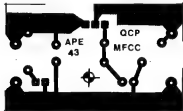

Fig. 4
- FIG. 4 - LAY OUT DO IMPRESSO DO MÓDULO FONTE PARA C.C. (MFCC)
cido com o esquematizado na figura: 4 fios grossos de cobre, aos quais os pontos (+V), (-V), (A) e (B) são ligados em conformidade! Não esquecer que os pontos (+V) e (-V) são, também, ligados inevitavelmente aos seus correspondentes no módulo fonte (MFCA ou MFCC - ou ambos...), Quem quiser dar um "jeitão" super-profissional ao conjunto, pode inclusive promover o barramento com conectores tipo **slot**, normalmente usados em informática para a ligação entre a "placa mãe" dos computadores e seus controladores, periféricos e placas secundárias! Não entraremos em detalhes a respeito, já que tais disposições mais sofisticadas podem ficar por conta da imaginação, habilidade e conhecimento de cada um de Vocês...